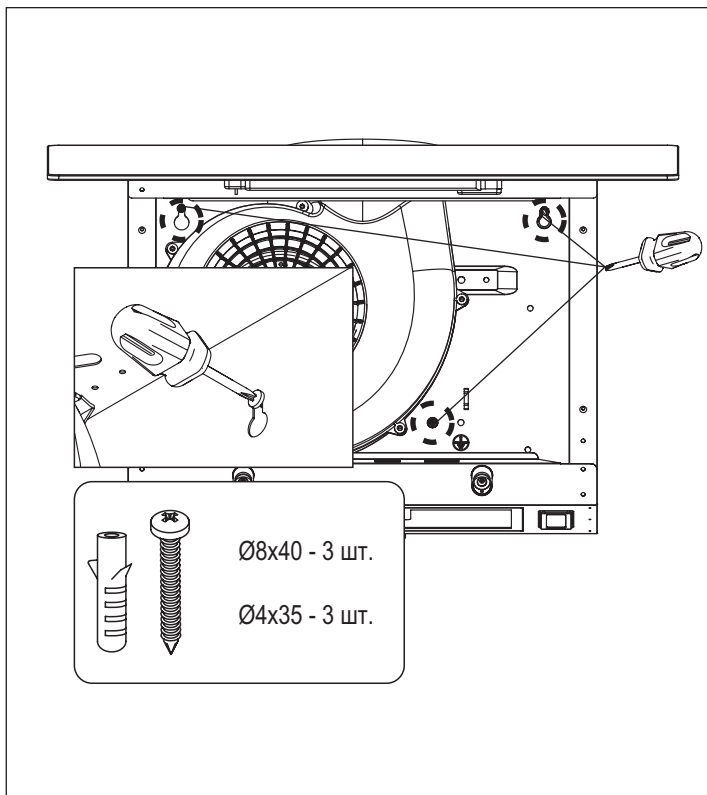

Рис. 8
7. Окончательно зафиксируйте корпус вытяжки на стене, докрутив 2 винта. И закрутив 3-й контрольной винт (Рис. 8).